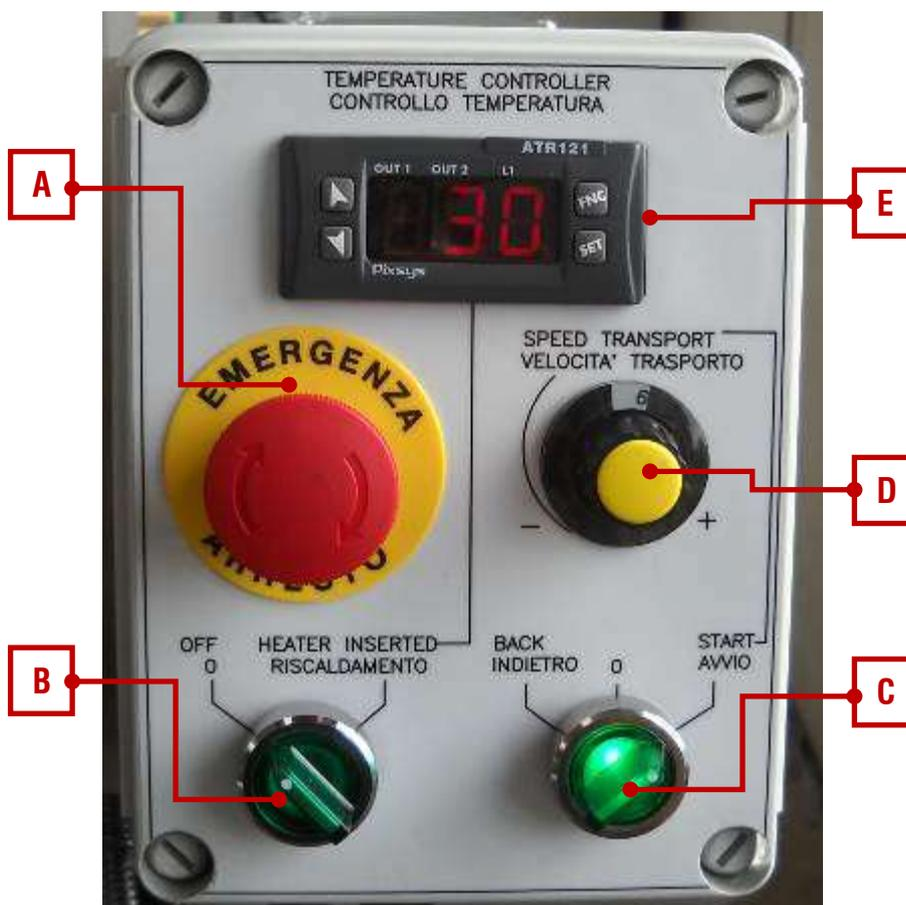
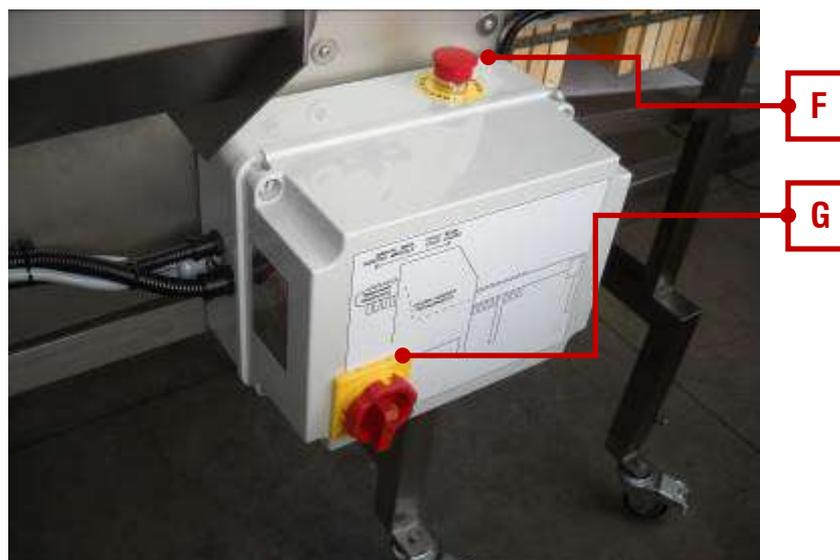

FIG. 1 Tableau de commandes
FIG. 2 - tableau électrique générale
La machine à désoperculer est équipée de deux armoires électriques ; le tableau électrique générale (fig. 2) est positionné sur le côté droit de la machine, celui des commandes (fig. 1) sur le devant pour être facilement accessible à l'opérateur.
Avant de brancher la machine à désoperculer au courant électrique, il faut s'assurer que l'interrupteur général (fig. 2 point G) est positionné sur « 0 ».
S'assurer que le bouton coup-de-poing d'urgence (fig. 1-A) et celui du tableau général (fig. 2-F) sont désactivés puis tourner l'interrupteur général (fig. 2-G) sur « 1 ».
Régler le thermostat (fig.1-E) selon les instructions du paragraphe « 2.1 Instructions pour l'utilisation du thermorégulateur » de ce manuel.
Allumer le chauffage des couteaux avec le sélecteur « Chauffage » (fig. 1-B) et attendre quelques instants pour permettre aux couteaux d'atteindre la température programmée.
Tourner le sélecteur (fig. 1-C) vers la droite, sur la position Start pour faire avancer la chaîne et les couteaux.
Si un cadre se coince, tourner le sélecteur (fig. 1-C) sur la position centrale pour stopper l'avance de la chaîne. Il est possible de faire tourner la chaîne en sens inverse en tournant le sélecteur (fig. 1-C) vers la gauche, fonction par impulsions.
À la fin des opérations, il faut couper le courant en tournant l'interrupteur général (fig. 2-G) sur la position « 0 ».
**En cas de danger, presser la touche d'urgence (fig. 1-A ou fig. 2-F).